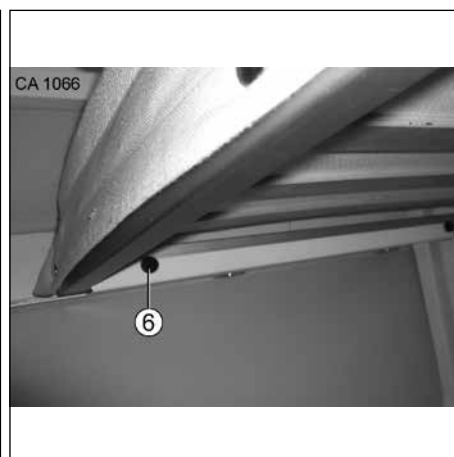

Fig. 29 Ur- och inmontering av den bakre överslafen
3. Lossa låsskruvarna (Fig. 29, pos. 6) under ribbottnen på höger och vänster sida.